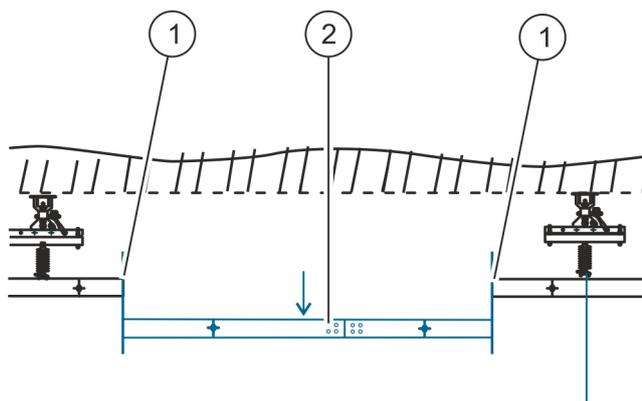

Abb. 13: Oberleitungsstromschiene kappen
3. ➤ Oberleitungsstromschiene (Abb. 13/2) an den Markierungen (Abb. 13/1) kappen und abgetrenntes Stück nach unten entnehmen.